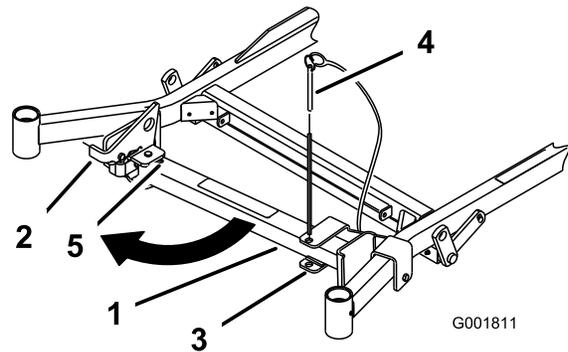
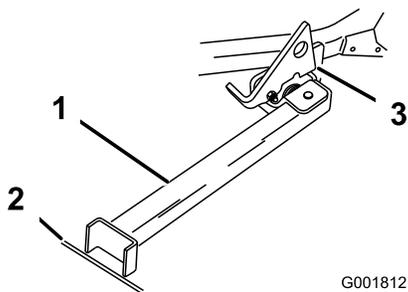

Figure 24
Figure 25
2. Retirez la goupille du support (Figure 24).
3. Soulevez le verrou. Dépliez le pied du support et poussez le support vers la machine dans la base de la fente (Figure 24 et Figure 25).
4. Posez le pied du support sur le sol et appuyez le verrou sur la languette de pivot (Figure 25).
Remarque: Pour obtenir de meilleurs résultats, placez le pied du support dans des fissures du trottoir ou du gazon (Figure 25).
6. Montez la machine sur le support. Arrêtez-vous quand le verrou retombe sur la languette en position verrouillée (Figure 25). Une fois la machine en place sur le support, serrez le frein de stationnement et coupez le moteur.
5. Ramenez le support à sa position de repos (Figure 24).